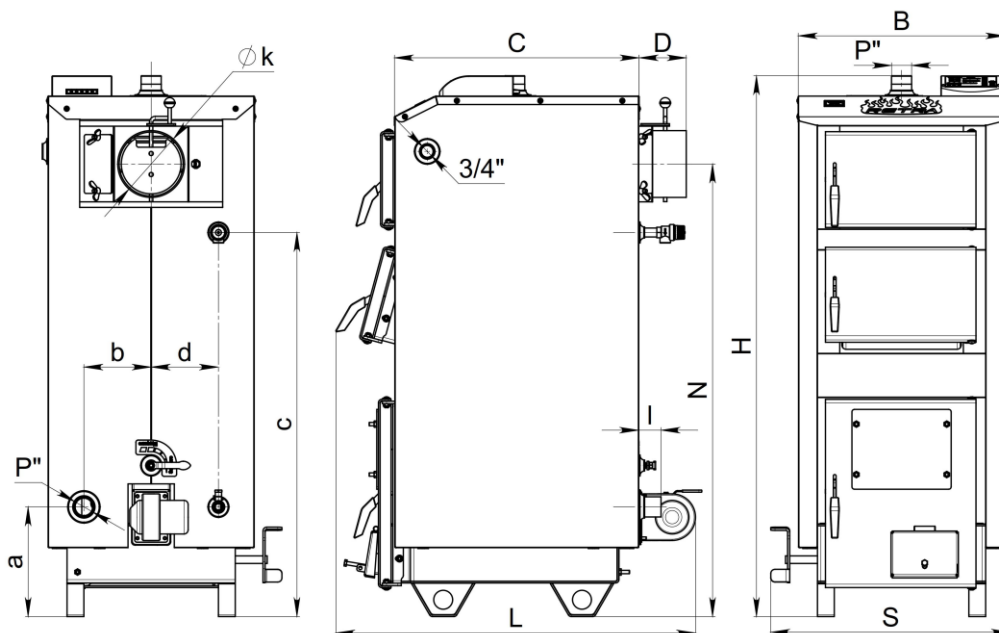

Рис.1.Габаритні та приєднувальні розміри котлів модельного ряду «Retra-5M»
4.2. Габаритні та приєднувальні розміри котлів модельного ряду «Retra-5M BASIC» та «Retra-5M PLUS» наведені на Рис.1 та таблиці 3.
Рис.1а Габаритні та приєднувальні розміри котлів модельного ряду «Retra – 5M COMBI» потужністю 15-150 кВт (див рис.1а)